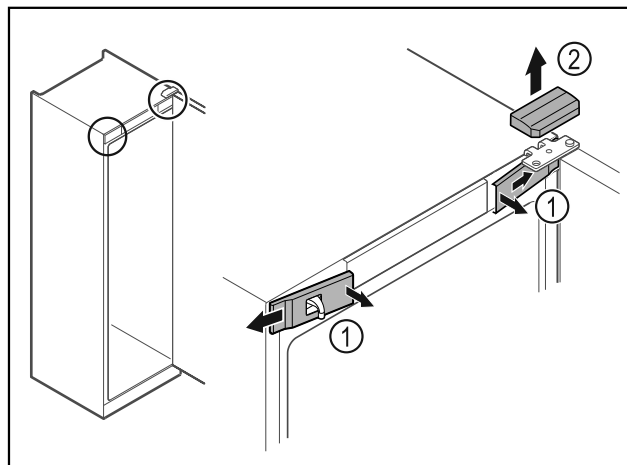

Fig. 13
- Voorste afdekkingen Fig. 13 (1) binnen ontgrendelen en naar de zijkant toe verwijderen.
- Bovenste afdekking Fig. 13 (2) naar boven toe verwijderen.